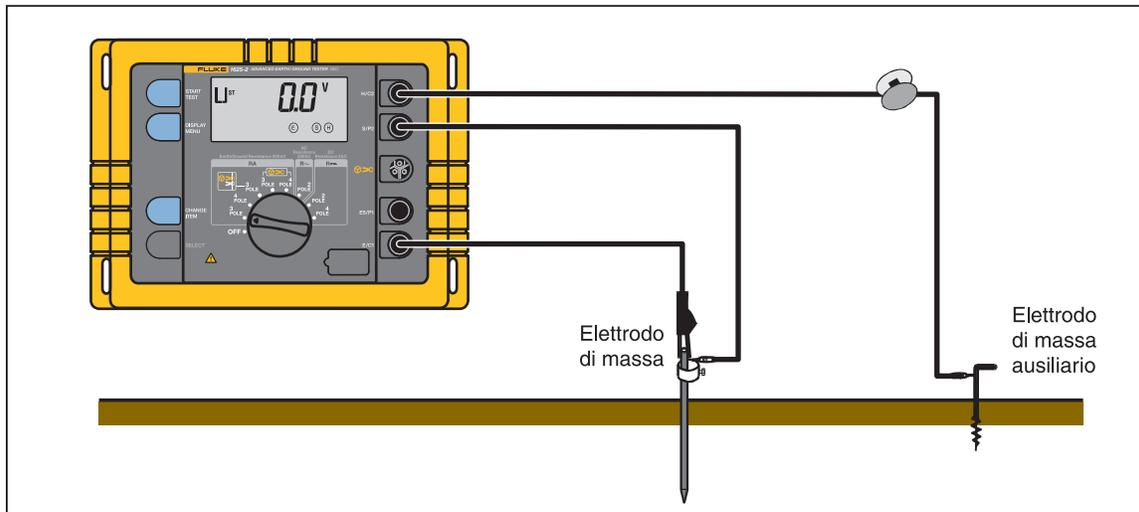

Figura 10. Compensazione del cavo di connessione dell'elettrodo di terra
2. Collegare lo strumento come mostrato nella Figura 10.